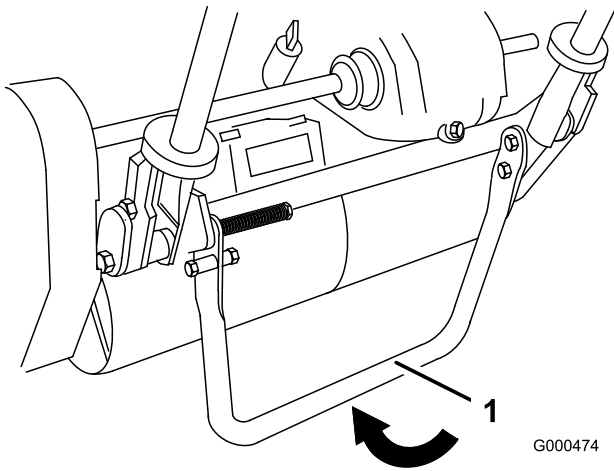

Figure 7
1. Abaissez la béquille avec le pied et tirez sur le support du guidon jusqu'à ce que la béquille bascule en avant (Figure 7).